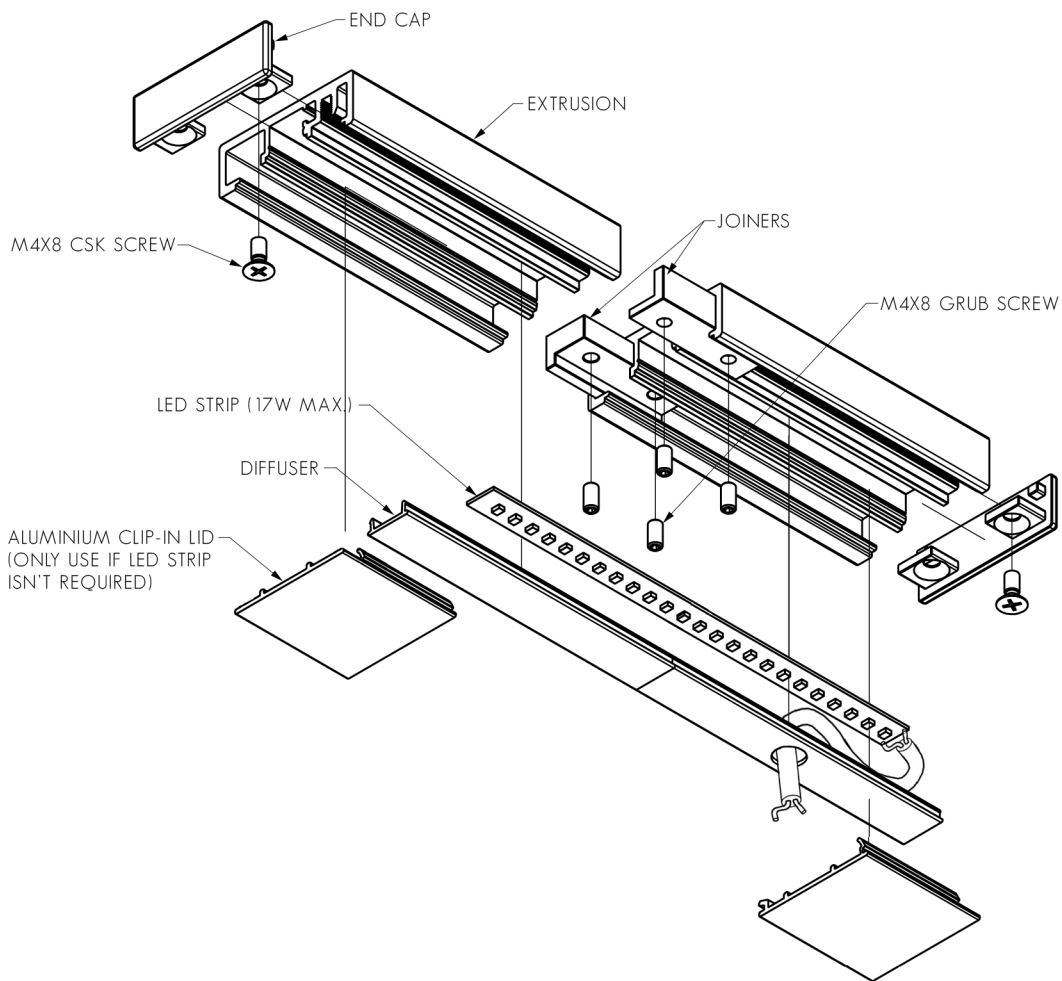

FIG. 4 - ENSURE JOINERS ARE LOCKED TOGETHER TIGHTLY
NOTE: RICHE RAIL 17 EXTRUSION IS NOT SYMMETRICAL. ONE SIDE HAS AN EXTRUDED SCREW RAIL WHICH MUST BE ON THE SIDE FARTHEST FROM THE WALL. SEE FIGURES 4 OR 5 ON PAGE 4 FOR DIRECTION.
4. THE NEXT LENGTH OF HANDRAIL IN THE EXAMPLE REQUIRES A JOIN. MEASURE THE TOTAL LENGTH REQUIRED. THEN CUT THE TWO LENGTHS OF HANDRAIL, ENSURING THAT THE JOIN IS NO MORE THAN 50MM FROM A WALL BRACKET. SEE FIG. 4 ON PAGE 5 FOR LOCATION OF JOINERS.
1. WHERE THERE ARE JOINS, LOCK TOGETHER ONTO JOINERS WITH GRUB SCREWS (SEE FIG. 4).